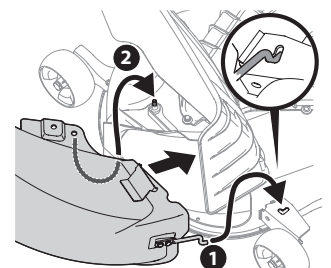

Figure 19
2. Soulevez le déflecteur de goulotte (consultez le numéro 1 de la Figure 19) sur le plateau de coupe et maintenez-le pendant que vous placez la goulotte de descente sur l'ouverture.
3. Insérez l'extrémité du coude de la goulotte de descente de décharge (2) dans l'orifice prévu à cet effet dans la roue du plateau de coupe, comme illustré dans l'encart de la Figure 19.
4. Faites pivoter la goulotte de décharge de descente vers l'arrière jusqu'à ce que l'orifice du coude de la goulotte de décharge s'aligne sur le plateau de coupe. Déplacez le coude de décharge vers le bas sur cette broche, comme illustré à la Figure 19.